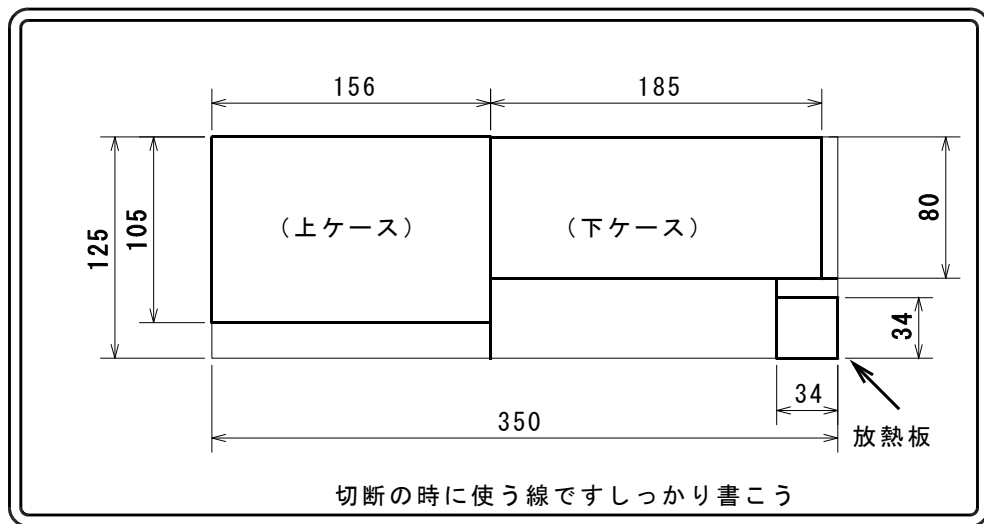

図7 上ケース、下ケース、放熱板のサイズ
- 図7、8、9、10の寸法通りに、アルミ板にけがき針でけがく。